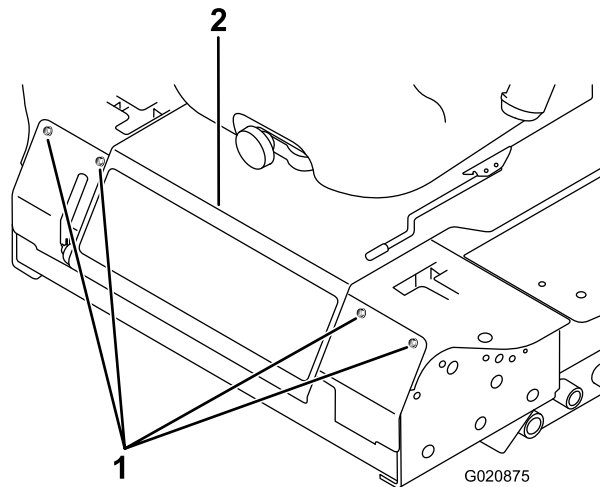

図 58
3. 前パネルを止めているボルトを外して前パネルを外す(図 58)。